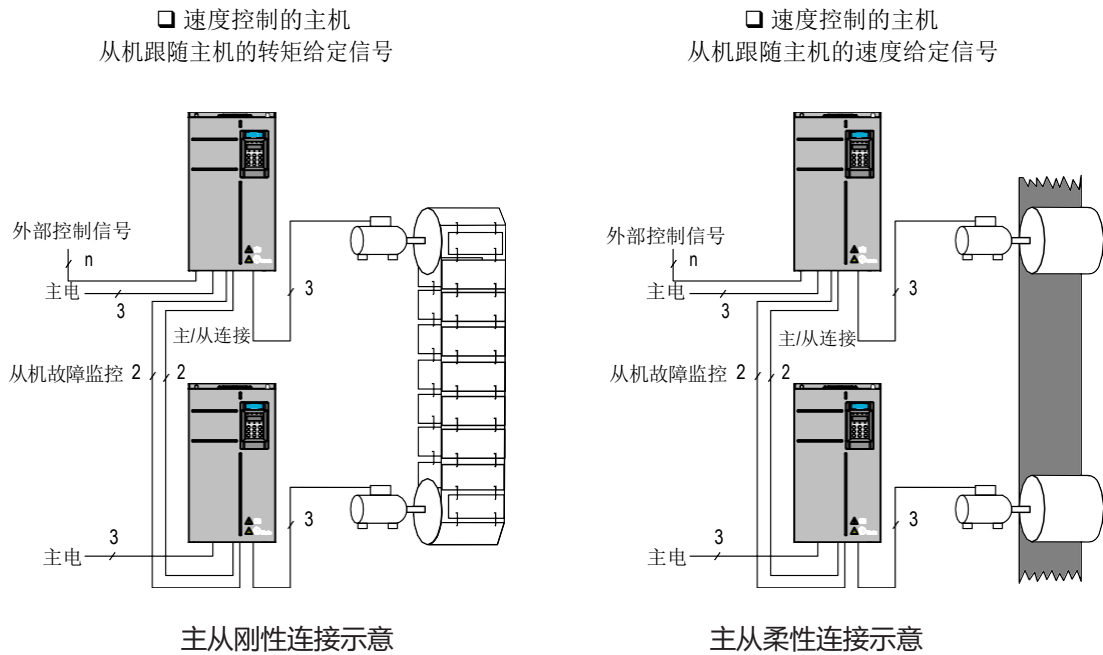

图 6-52 主从连接示意图
- 当主机和从机的电机轴通过齿轮、链条等进行刚性连接时, 从机应该采用转矩控制模式, 以使传动单元之间不存在速度差异。(请参见图 6-52)
- 当主机和从机的电机轴采用柔性连接时, 从机应该采用速度控制模式, 因为传动单元之间允许存在微小的速度差异。当主机和从机都为速度控制时, 一般要使用下垂率。(请参见图 6-52)